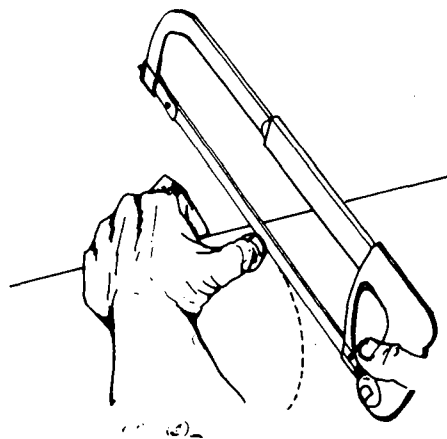

FIG. 4
4.º Passo – Monte a lâmina de serra com os dentes voltados para a frente (fig. 4).
- 2 — Guiar a lâmina de serra com o dedo polegar (fig. 4).